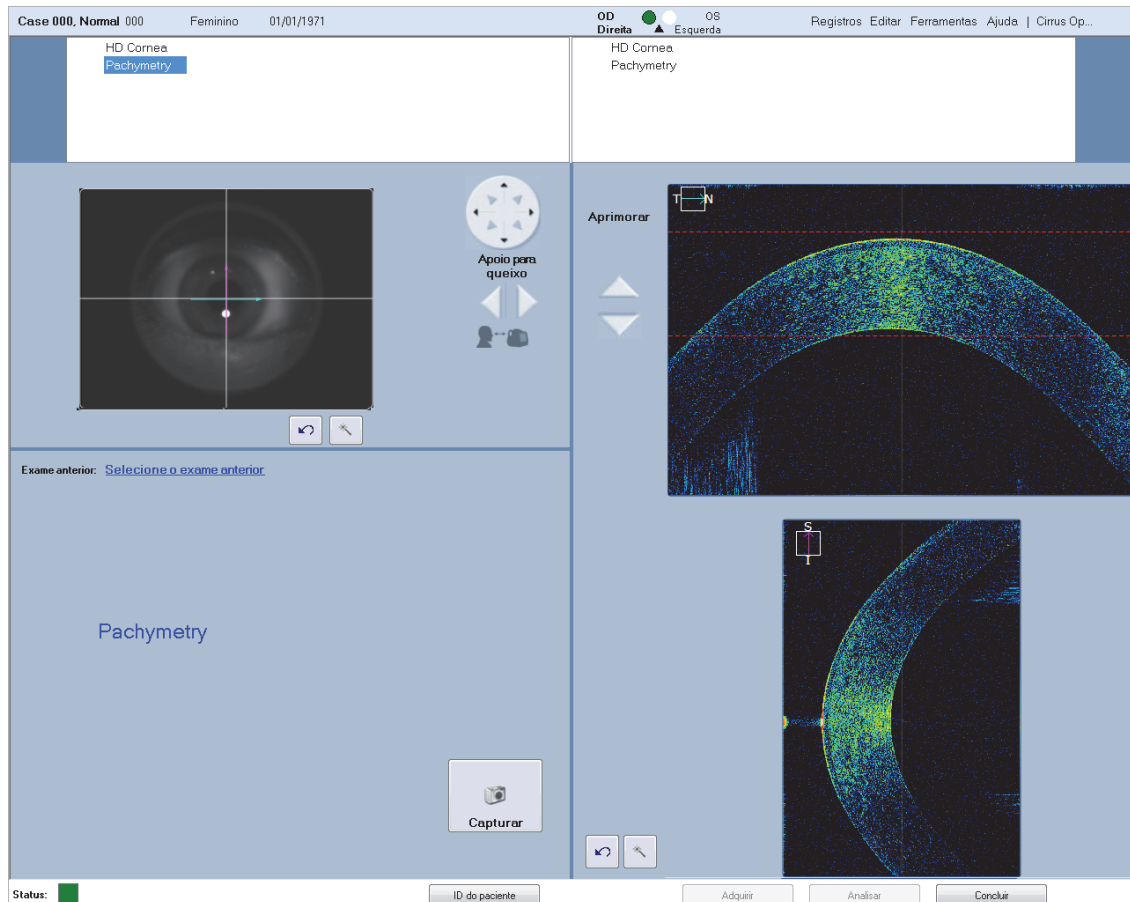

Figura 4-8: Tela adquirir, Paquimetria
- A varredura B horizontal está posicionada corretamente quando ela se ajusta entre as duas linhas vermelhas na porta de visualização com a superfície da córnea anterior alinhada com a linha vermelha superior, como mostrado na Figura 4-8.